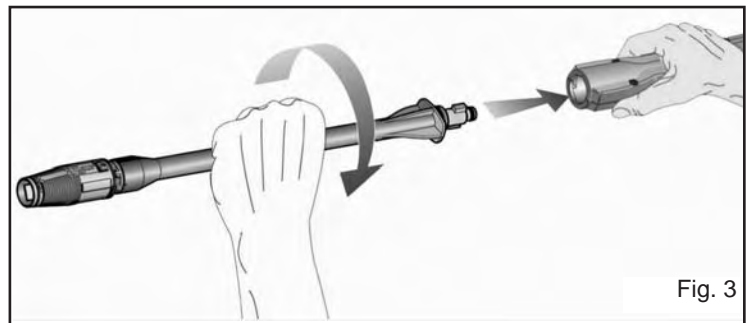

Fig. 3
6. Insérez le tube-rallonge dans le raccord à branchement rapide de la buse en poussant fermement et en le tournant d'un quart (1/4) de tour pour le verrouiller en place. (Fig. 3)